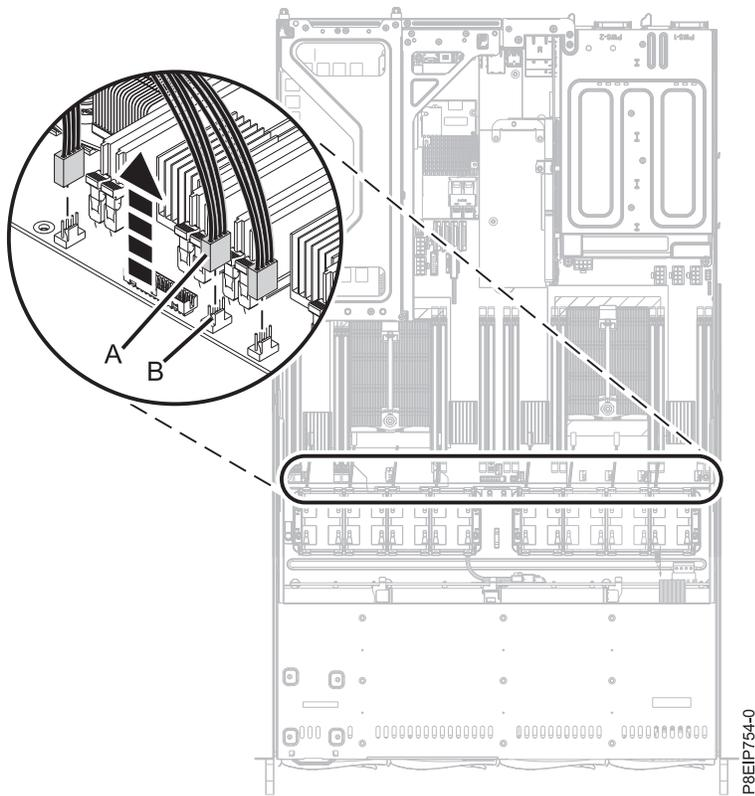

Figura 13. Desconexión del cable del ventilador
5. Para desconectar un cable del ventilador, suelte el clip del conector **(B)** y extraiga con cuidado del conector **(A)** de la placa posterior del sistema, como se muestra en la Figura 13 en la página 17. No tire de los cables. Pase el cable por el receptáculo del ventilador.